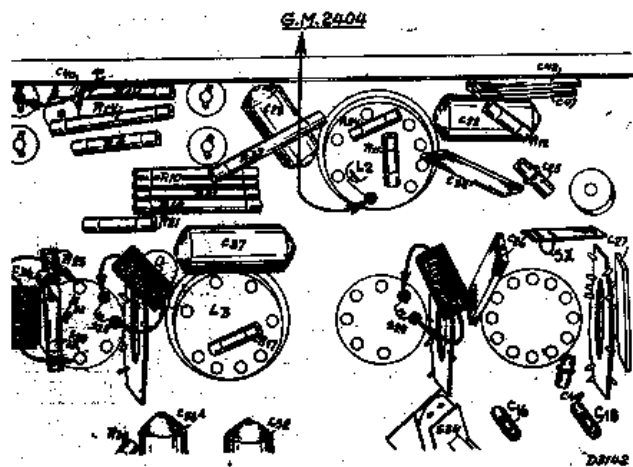

Fig. 3
3. Débrancher le réglage automatique du volume sonore en court-circuitant C40 (voir fig. 3).
6. Désaccorder le troisième circuit moyenne-fréquence en branchant un condensateur de 80  $\mu\text{F}$  en parallèle avec S28 (fig. 3).
8. Désaccorder le quatrième circuit moyenne-fréquence en branchant un condensateur de 80  $\mu\text{F}$  en parallèle à S29 + S30 (fig. 3).
10. Désaccorder le 1er circuit moyenne-fréquence en branchant un condensateur de 80  $\mu\text{F}$  en parrallèle avec S24 (fig. 3).
7. Brancher l'amplificateur aperiodique GM 2404 à l'anode de L2 (voir fig. 3).
12. Régler C15 (fig. 3) sur la puissance de sortie maximum.